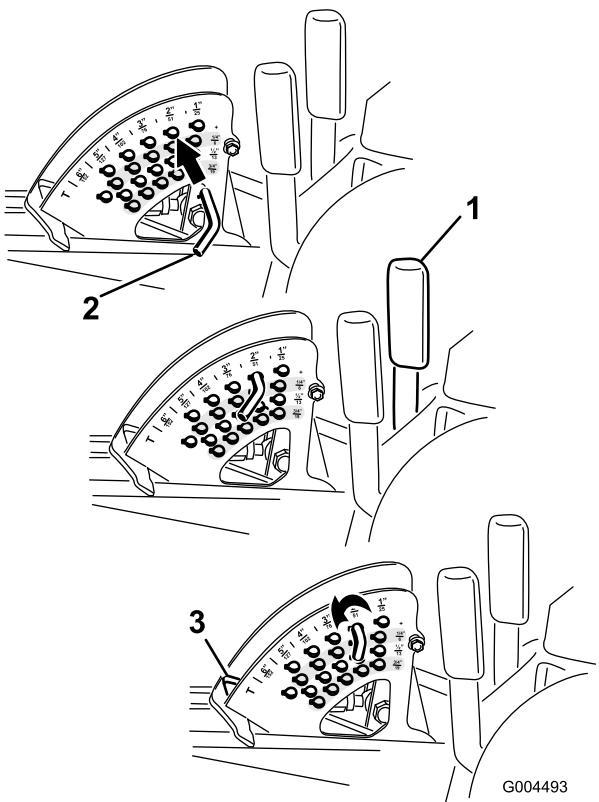

図 24
注 デッキを上昇位置にロックするには、上昇位置からさらに 15 cm 上昇させ、刈高ストップ・ピンを抜いて（刈高の調整の項を参照）、刈高 15 cm (6インチ) の穴に通します（図 24）。
- エンジンが回転している状態で、デッキ昇降レバーを手前に引き、デッキが完全に上昇したら直ちにレバーから手を離す（図 24）。
- ストップ・ピンについているロール・ピンを回してピンと刈高設定穴のスロットとが整列したところでピンを抜き取る（図 24）。
- 刈高ブラケットについている穴から、希望する刈高に対応する穴を見つけ、その穴にピンを通してロール・ピンを回して固定する（図 24）。
注 刈高設定穴は、扇形の外周に一番近い段から全部で4段（列）あります（図 24）。外周側の列は、外周部に刻印されている通りの刈高の穴です。2列目の穴は、1列目の刈高よりも 6 mm 高い刈高となります。3列目の穴は、1列目の刈高よりも 12 mm 高い刈高となります。4列目の穴は、1列目の刈高よりも 18 mm 高い刈高となります。刈高 158 mm だけは例外で、2列目のはずれにあります。この穴にセットすると 刈高 158 mm となります（6 mm アップにはなりません）。